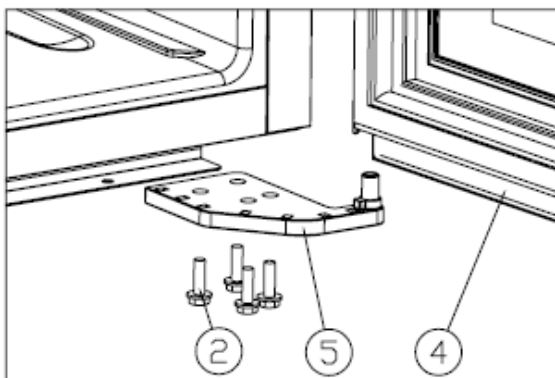

Figure 2
Schrauben M5*16 (2) herausdrehen, unteres rechte Scharnier entfernen (5). [Figure 2]